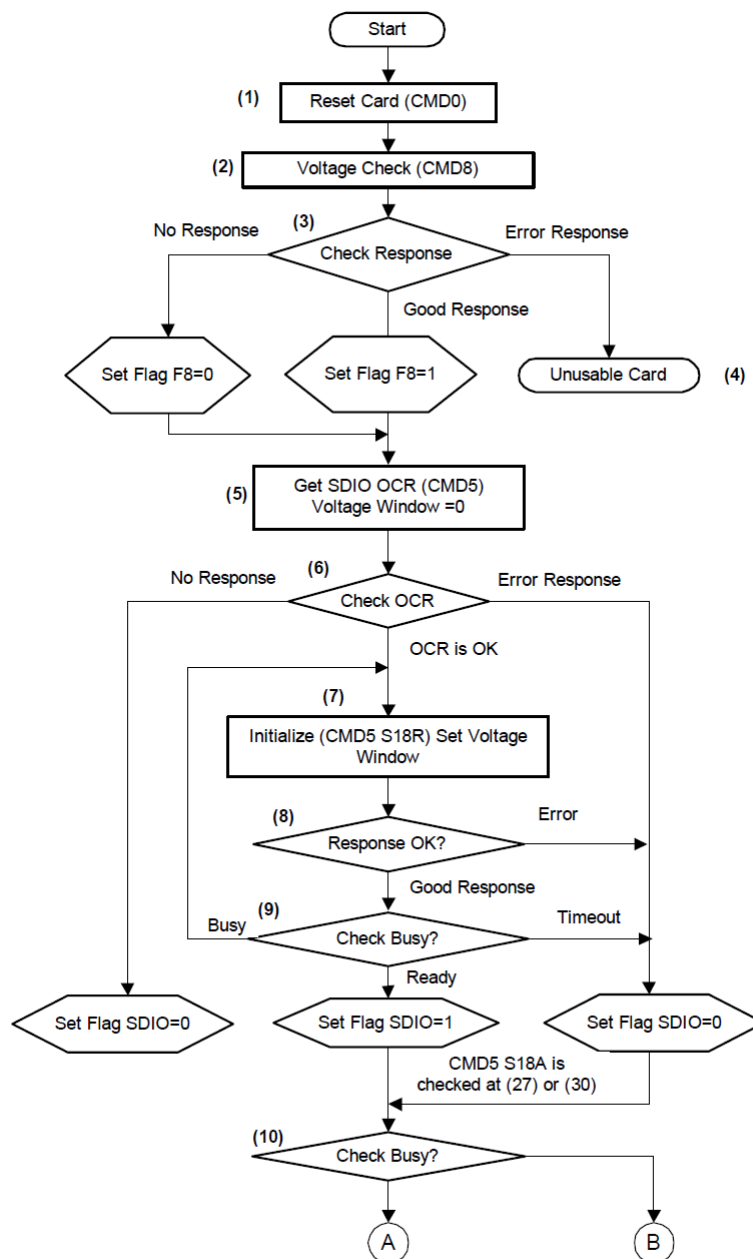
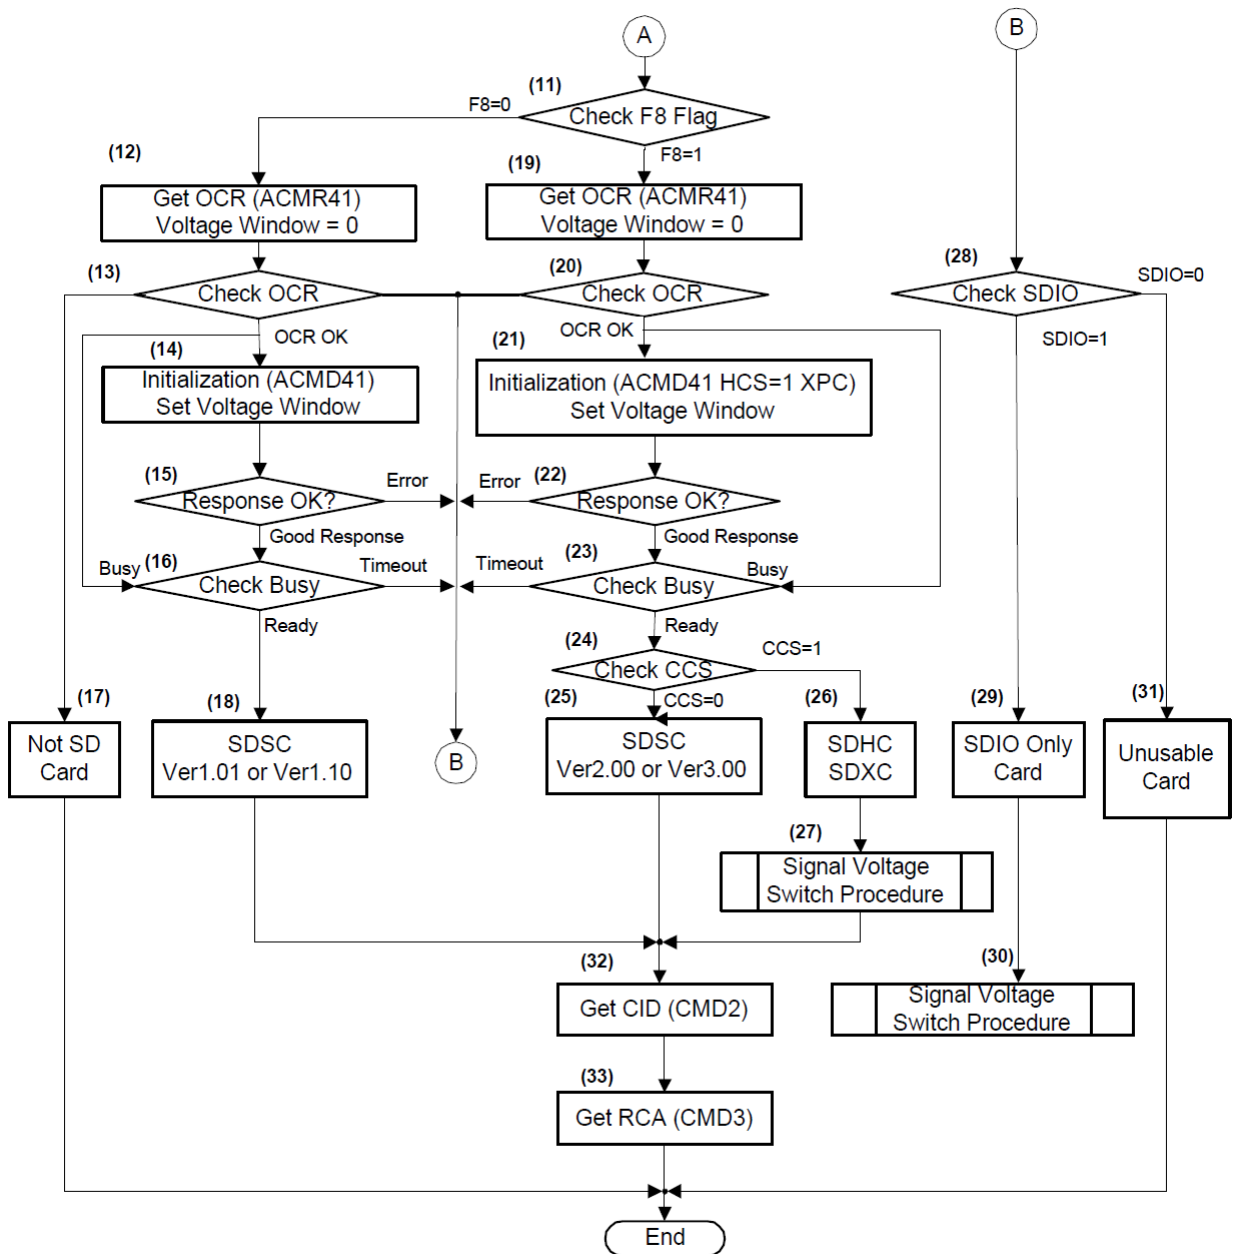

图 32: SD 初始化 1
图 33: SD 初始化 2
- 按图 32和图 33所示, 发送各种 CMD 完成初始化, 以下以 CMD0 为例说明发送 CMD 流程: